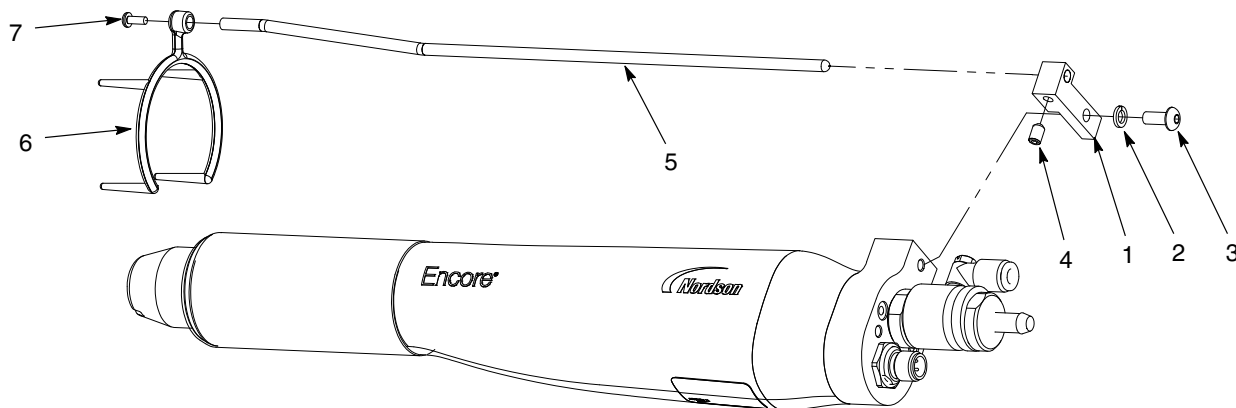

Рис. 3-4 Монтаж приемника ионов – показана плоскофакельная форсунка
1. См. рис. 3-4. Установить монтажный блок (1) на распылитель, используя стопорную шайбу М5 и винт (2, 3).
2. Вставить стержень приемника (5) в блок и зафиксировать винтом М5 х 8 (4) из комплекта приемника ионов.
3. Надвинуть многоточечный наконечник (6) на гайку форсунки и закрепить на стержне приемника винтом М3 (7).
3. См. рис. 3-4. Ослабив стопорный винт (4), отодвинуть многоточечный наконечник от переднего конца распылителя.